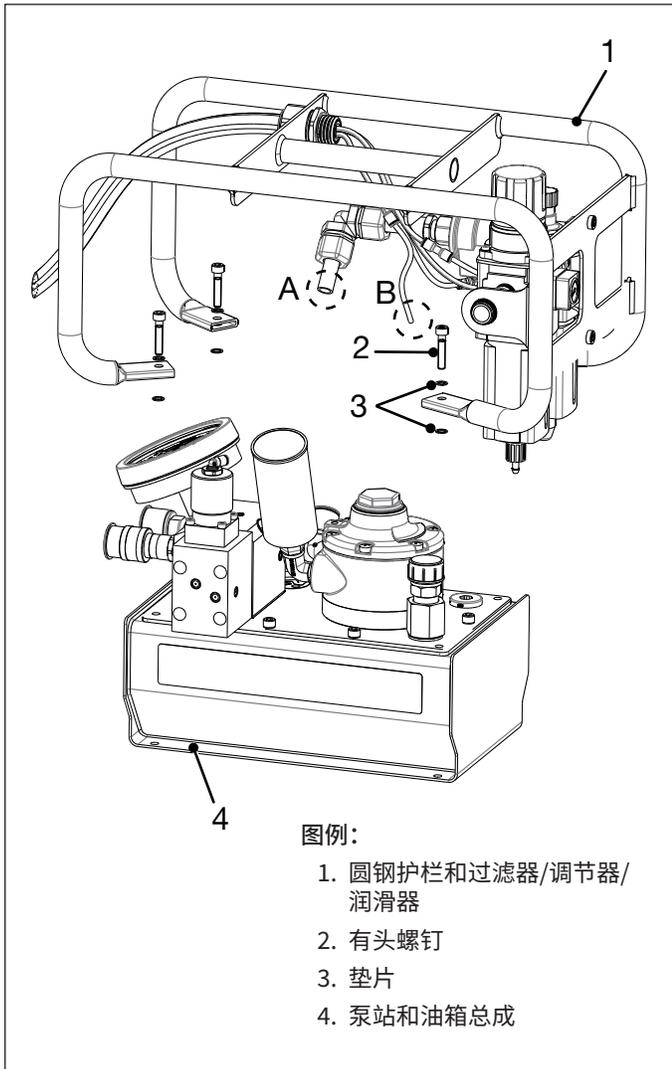

图 13: 油箱的检查和清洁 (视图 2-1)
4. 拆下四个带帽螺钉和垫圈。将圆钢护栏和空气滤清器/调节器/润滑器作为一个总成小心地从液压油箱中提出。参见图13。